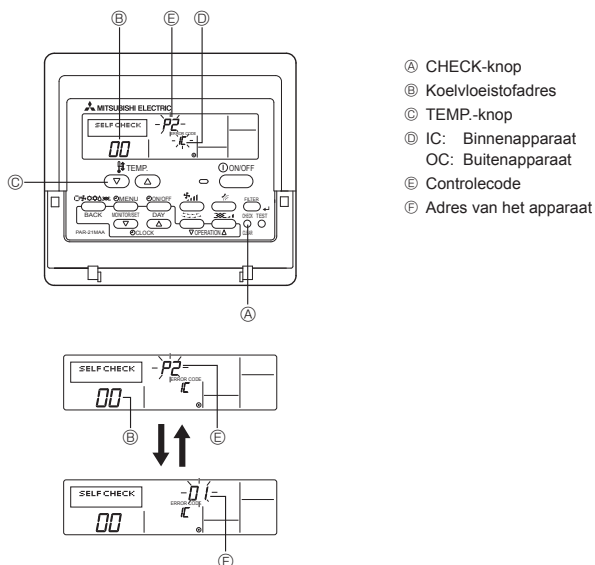

Fig. 7-2
7.3. Zelfcontrole (Fig. 7-2)
- ① Schakel de netspanning aan.
- ② Druk tweemaal op de [CHECK]-knop.
- ③ Stel met de [TEMP.]-knop het adres van het koelmiddel in, indien systeemregeling wordt gebruikt.
- ④ Druk op de [ON/OFF]-knop om de zelfcontrole te stoppen.